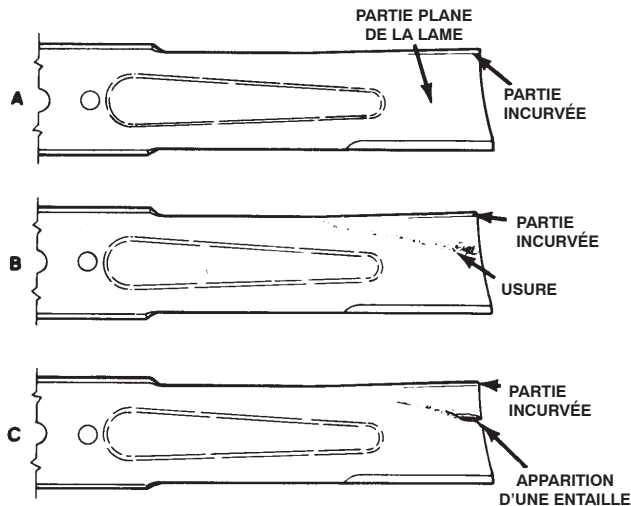

Figure 33
2. Examinez attentivement les tranchants de la lame, particulièrement au point de rencontre des parties plane et incurvée (Fig. 33-A). Le sable et les matières abrasives peuvent éroder le métal à cet endroit, c'est pourquoi il est important de contrôler l'état de la lame avant d'utiliser la machine. Si vous constatez de l'usure (Fig. 33-B), remplacez la lame (voir Dépose de la lame, page 23).
Si la lame est trop usée, une entaille se forme entre la partie incurvée et la partie plane (Fig. 33-C). La lame risque alors de se briser et un morceau peut être projeté du dessous de la machine, vous blessant gravement ou une personne à proximité pouvant ainsi causer des blessures graves, voire mortelles.